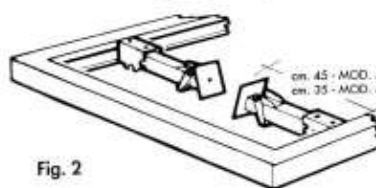
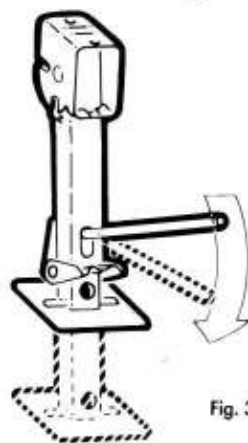

Fig. 2
Fig. 3
- tenez compte du fait que le vérin dans sa position de repos a besoin d'un espace libre vers l'intérieur du châssis - 35 cm pour le modèle 45 et 45 cm pour le modèle 55 - (voir figure 2).
Le vérin se décroche vers le haut pour la marche et vers le bas pour l'utilisation. Sortez simplement le pied de support jusqu'à ce que le pivot se décroche de son logement. Appuyez vers le bas le levier de décrochage jusqu'à ce que la base du vérin se pose sur le terrain. Insérez le levier en rond dans le trou du vérin, comme l'indique la figure 3, assurez-vous que le levier s'insère même dans le trou arrière du vérin. N'appuyez le levier en rond que vers le bas. Le pied s'étend vers le bas (voir figure 3). Répétez l'opération jusqu'à atteindre la stabilisation du véhicule. Pour enlever le vérin, appuyez sur le levier de décrochage et, si nécessaire, donnez quelques petits coups à l'aide du levier en rond sur le levier de décrochage. Complétez l'opération de décrochage à la main, jusqu'à la position de repos du vérin (figure 2).